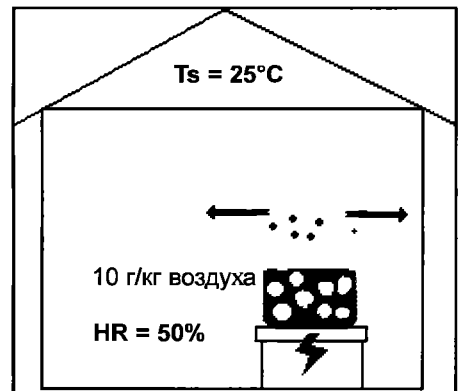

Рис. 72.2.
Иначе говоря, в таком воздухе содержание влаги составляет ноль граммов. Теперь начнем в этом помещении кипятить воду, чтобы выработать водяной пар. По мере того, как окружающий воздух будет поглощать этот пар, показания гигрометра начнут расти, и когда в одном килограмме воздуха будет содержаться 10 г влаги, гигрометр покажет относительную влажность (HR) 50% (см. рис. 72.2).